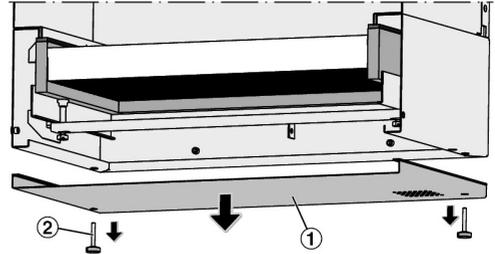

Abb. 7: Frontdurchlass demontieren
- ▶ Die Rändelschrauben (Abb. 7/2) herausdrehen und Frontdurchlass (Abb. 7/1) abnehmen.